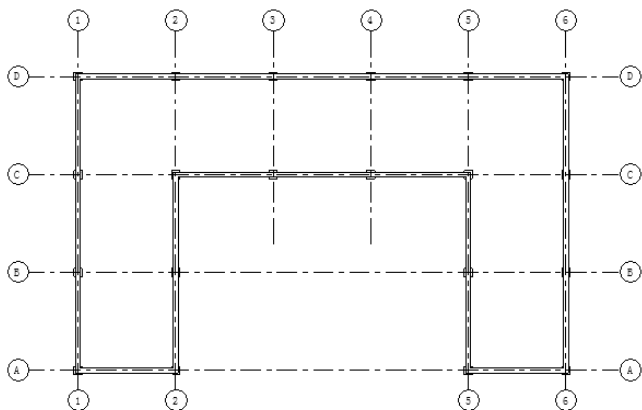

图 9-5 绘制墙体
(3) 在视图中捕捉轴网的交点或结构柱的中心为墙的起点，如图 9-3 所示，移动鼠标指针到适当位置确定墙体的终点，如图 9-4 所示，继续绘制墙体，完成结构墙的绘制，如图 9-5 所示。